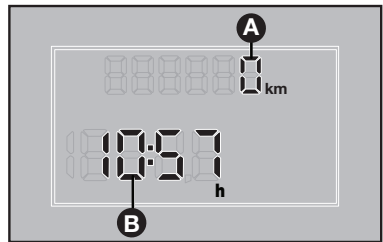

fig. 43
- Cuentakilómetros total (**A-fig. 43**).
- Reloj (**B-fig. 43**).